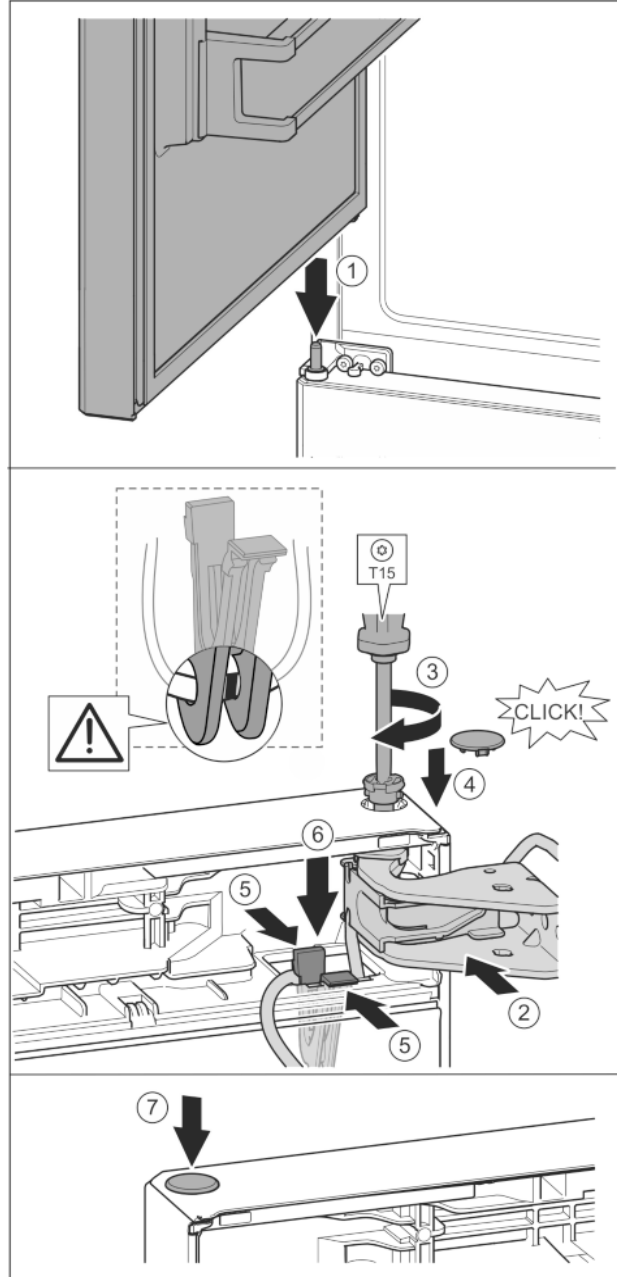

Fig. 41
- A felső ajtót helyezze a középső csapszegre Fig. 41 (1)
- Fent igazítsa a csapágybak nyílásához az ajtót. Fig. 41 (2)
- Helyezze be a csapot, és a T15 csavarhúzóval húzza meg. Fig. 41 (3)
- Az ajtó biztosítása érdekében szerelje fel a biztonsági fedelet: Helyezze fel a biztonsági fedelet, és ellenőrizze, hogy felfekszik-e az ajtóra. Egyébként a csapszeget teljesen helyezze be. Fig. 41 (4)
- ▶ Helyezze a nyílásba a tartót a rá rögzített vezetékkel együtt. *Fig. 41 (5)*
- ▶ Nyomja lefelé a fedőlemezt, míg be nem pattant a fedőlemez. *Fig. 41 (6)*
- ▶ Helyezze be a dugót. *Fig. 41 (7)*